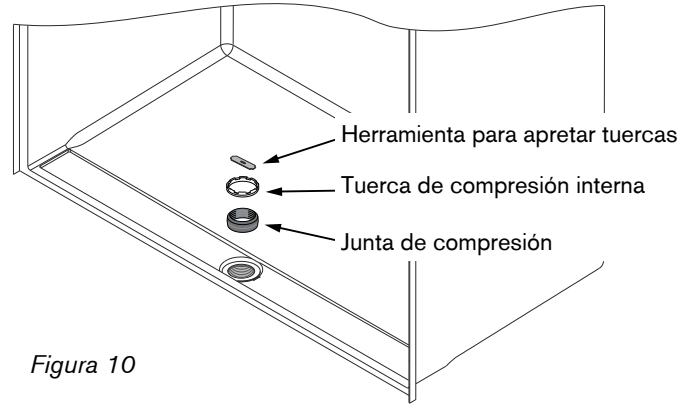

Figura 10
- 16** **INSTALACIÓN DEL DESAGÜE FINAL:** Deslice la junta de compresión interna hacia el cuerpo del desagüe y deslice sobre la tubería. **Asegúrese de que el extremo biselado de la junta de compresión interna esté hacia arriba y al ras con la superficie de la tubería.** (Figura 10)